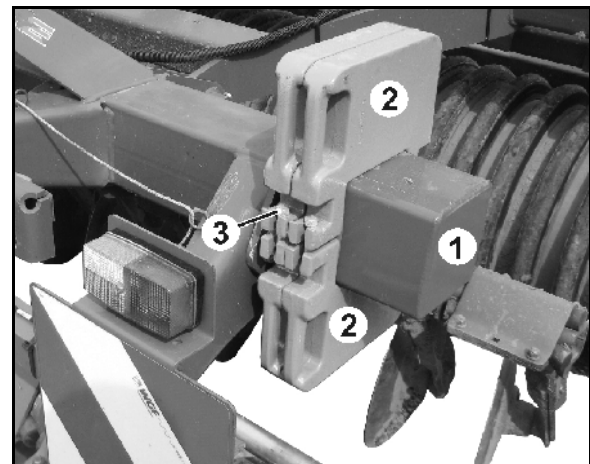

Fig. 16
1. Halterohr (Fig. 16/1) mit 4 Schrauben außen an den Rahmen verschrauben.
2. Jeweils zwei Zusatzgewichte (Fig. 16/2) an das Halterohr verschrauben (Fig. 16/3) und so sichern.